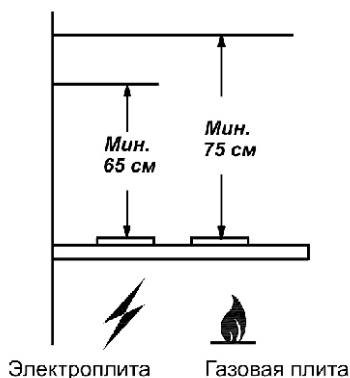

рис. 1
- 1.2 Вытяжку устанавливайте на высоте, как показано на рис. 1.